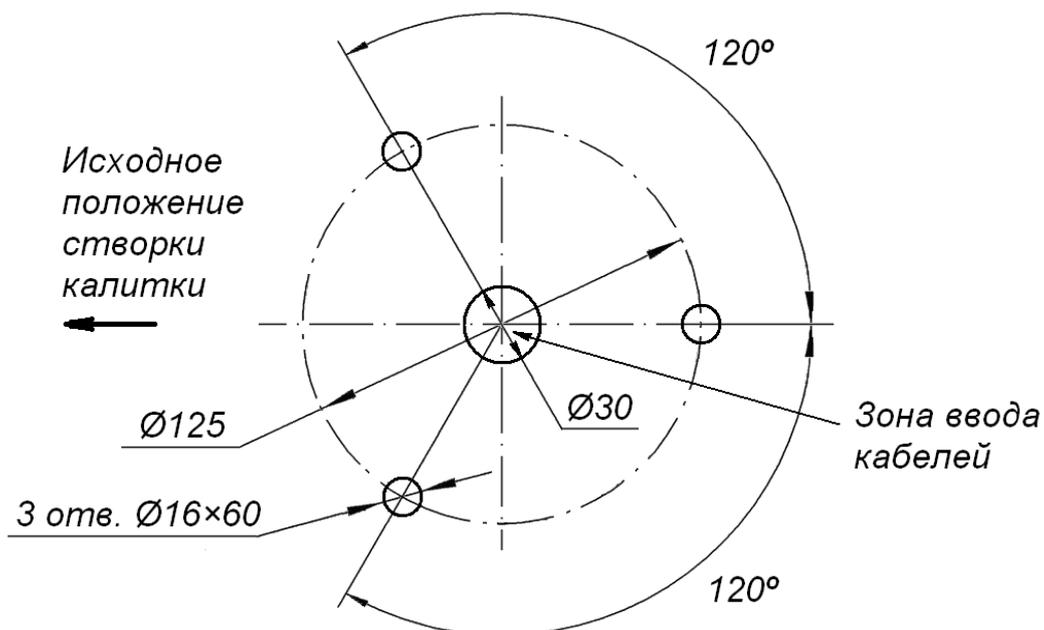

Рисунок 8. Схема разметки для монтажа калитки²
- Разметку установочных отверстий следует производить строго по прилагаемой схеме (см. рис. 8), рекомендации даны с учетом комплектации калитки анкерными болтами для прочных бетонных полов.
2. Выполните на полу разметку для монтажа калитки в соответствии с рис. 8 и разметку кабельных каналов для прокладки кабеля управления, кабеля питания. Подготовьте в полу кабельный канал и отверстия для анкеров для крепления стойки калитки. Вставьте гильзы анкеров на всю глубину подготовленных отверстий. К стойке калитки от блока управления подведите по кабельному каналу кабель управления и кабель питания.